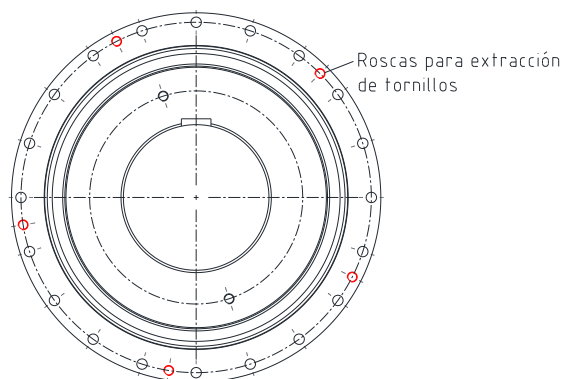

Figura 27
- En caso de que el casquillo de levas (componente 4) no se afloje solo, utilice la rosca de extracción del mangón brida (componente 1) para soltar el casquillo (véase la figura 27).